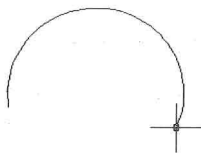

图 3-5-1
(1) 单击“常用”选项卡，在“绘图”面板中单击“三点”按钮，命令行提示“_arc 指定圆弧的起点或[圆心 (C)]”，在视图中单击，创建圆弧的起点。
(2) 命令行提示“指定圆弧的第二个点或者[圆心 (C) / 端点 (E)]”，在视图中单击，创建第二个点。
(3) 命令行提示“指定圆弧的端点”，向上或向下移动十字光标，拖出圆弧，单击鼠标，创建端点，通过三点创建的圆弧效果如图 3-5-1 所示。